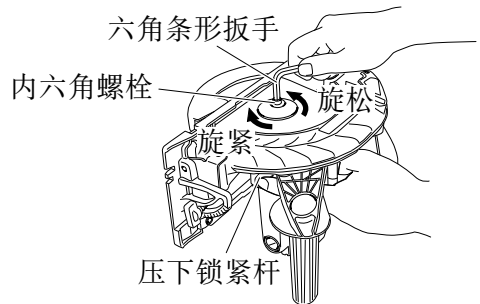

图 8
- (1) 将锯割深度调到最大，将电圆锯如图 8 所示放置。
- (2) 压住锁紧杆，锁住主轴，然后用六角条形扳手拆下内六角螺栓。
- (3) 握住下部防护杆以使下部防护完全缩回到锯盖内，拆下锯片。